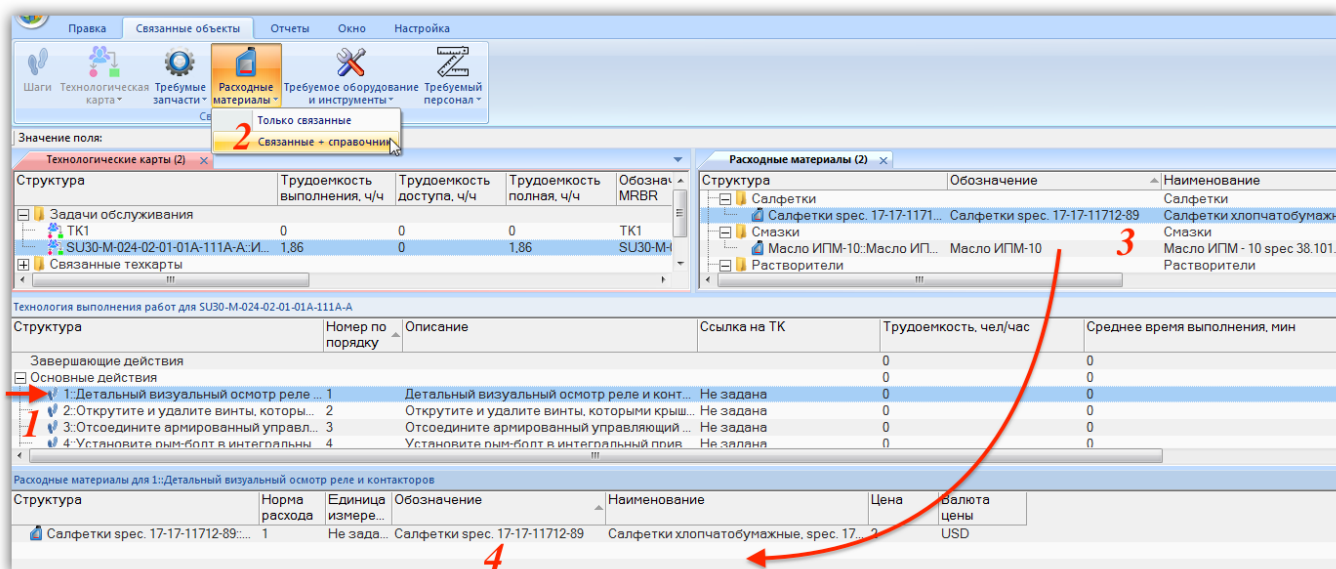

Рис. 12-76 – Расходные материалы для шага технологии
- 1) Выбрать шаг технологии в связанном окне «Технология выполнения работ» для техкарты (1 на рис. 12-76).